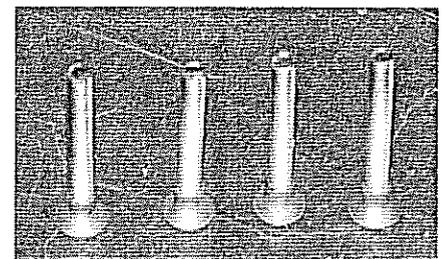

Abbildung 10
6. Die Liegefläche auf die Auflage der Scherenhübe legen und mit den Schrauben (Abbildung 10) befestigen.